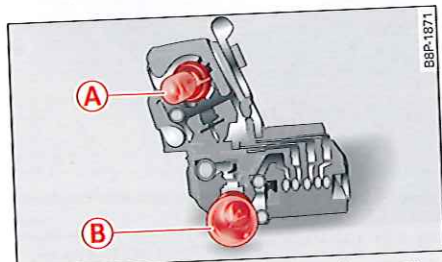

Fig. 239 Emplacement des ampoules sur le support d'ampoules. Exemple : feu arrière intérieur gauche
- Identifiez l'ampoule défectueuse ⇒ page 226, fig. 239.
⇒ fig. 239